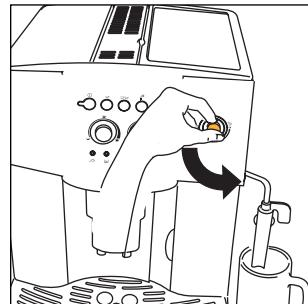

Fig.5
3. **MED ÉN GANG ETTERPÅ, INNEN 30 SEKUNDER**, vri dampbryteren mot urviserne helt til den stanser (fig. 5) (det er helt vanlig at maskinen bråker når du gjør dette).
- Vri dampbryteren en halv gang mot urviserne helt til den stanser (fig. 5): Det vil nå komme varmt vann ut av cappuccinomaskinen som samles opp i beholderen under.
- Slipp ut litt damp i noen sekunder ved å vri dampbryteren mot urviseren helt til den stanser (fig. 5). Når du gjør dette vil røret slippe ut eventuell melk som kan ha blitt igjen. **VIKTIG:** Av hygieniske årsaker anbefaler vi at du alltid gjør dette for å unngå at melken størkner i cappuccinomaskinens interne kretser.